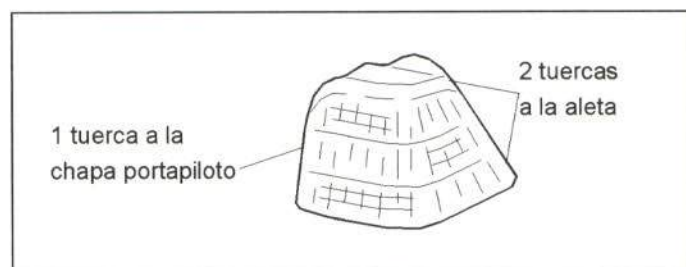

Figura 37.- Unión del piloto trasero
En la figura 37 se muestra la unión del piloto trasero con el resto de la carrocería.
- Pilotos traseros (ver figura 37).